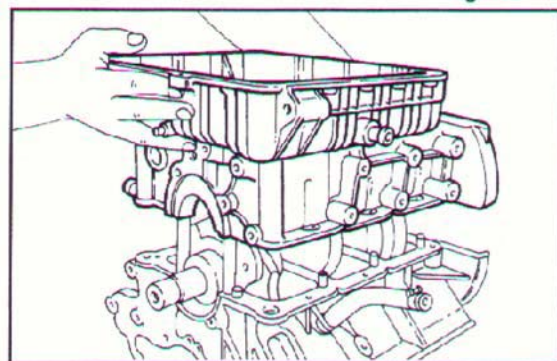

Fig. 152 ▼
- inserire il sottobasamento (Fig. 152), quindi oliare i prigionieri, le rondelle, i dadi di fissaggio e l'interno dei dadi ciechi posteriori;
- put the crankcase in position (Fig. 152), then oil the studs, washers, lock-nuts and the insides of the rear blind nuts;